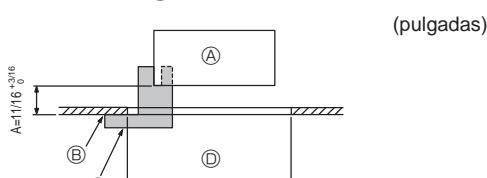
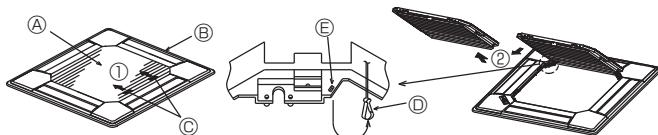
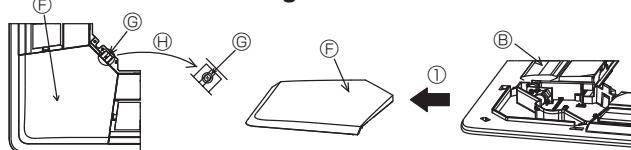

Fig. 5-2
Fig. 5-3
Fig. 5-4
5.2. Preparación para conectar la rejilla (Fig. 5-2)
- Con la plantilla ③ que se suministra con este equipo, ajuste y compruebe la posición de la unidad en el techo. Si la unidad no está colocada en el techo de forma adecuada, podrían producirse escapes de aire o generarse una condensación.
- ④ Unidad principal
- ⑤ Techo
- ⑥ Plantilla ③ (metida en la unidad)
- ⑦ Dimensiones de apertura del techo
5.2.1. Extracción de la rejilla de admisión (Fig. 5-3)
- Deslice las palancas en la dirección indicada mediante la flecha ① para abrir la rejilla de admisión.
- Con la rejilla de admisión en posición "abierta", extraiga la bisagra de la rejilla de admisión de la rejilla tal y como se indica mediante la flecha ②.
5.2.2. Extracción del panel angular (Fig. 5-4)
- Extraiga el tornillo de la esquina del panel angular. Deslice los paneles angulares indicados por la flecha ① para extraer este panel.
- [Fig. 5-3, 5-4]
- ⑧ Rejilla de admisión
- ⑨ Rejilla
- ⑩ Palancas de la rejilla de admisión
- ⑪ Gancho de la rejilla
- ⑫ Orificio para el gancho de la rejilla
- ⑬ Panel angular
- ⑭ Tornillo
- ⑮ Detalle